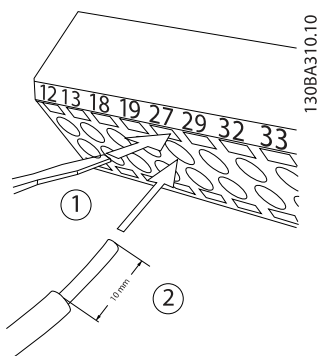

Abbildung 2.17 Anschluss der Steuerkabel
1. Lösen Sie den Kontakt, indem Sie einen kleinen Schraubendreher in den Schlitz über oder unter dem Kontakt einführen, wie in *Abbildung 2.17* dargestellt.